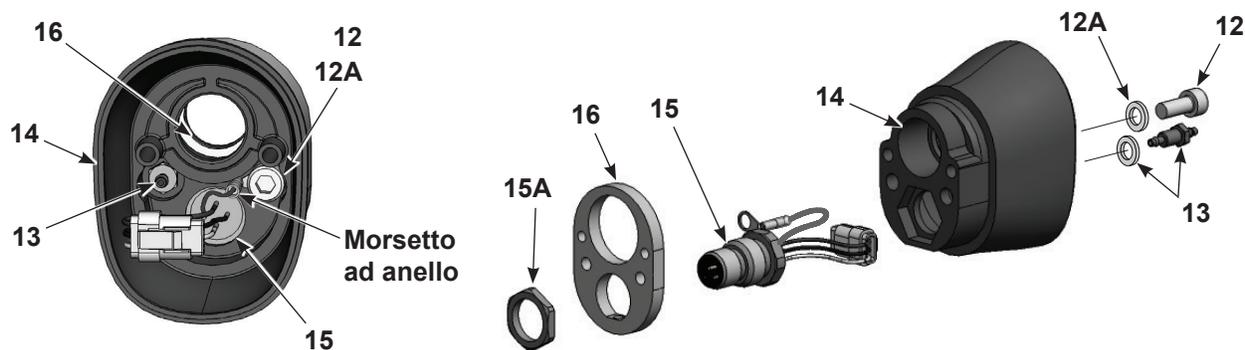

Figura 7-6 Smontaggio della pistola a spruzzo con montaggio su tubo 5 di 5
18. Vedi Figura 7-6. Per smontare il gruppo del corpo posteriore rimuovere la vite (12) e il raccordo scanalato (13) dall'interno del corpo della pistola a spruzzo posteriore (14). Sono necessari una chiave esagonale da 3 mm e una presa profonda da 0,6 cm (1/4 in.)
19. Rimuovere il dado (15A) dall'alloggiamento, tirare via la piastra di messa a terra (16) dal corpo della pistola a spruzzo posteriore e far avanzare il cablaggio dell'alloggiamento attraverso il corpo.